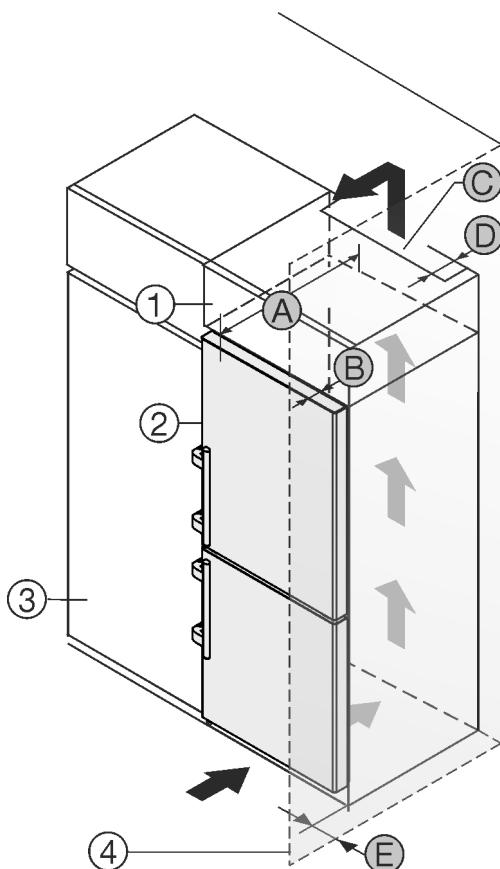

Fig. 2
您可以将冰箱直接放置在餐具柜 Fig. 2 (3) 旁边。*
在附加柜背面必须有一个竖风道，其深度 Fig. 2 (D) 应超过整个附加柜宽度。*
盖板下必须保有通风横截面 Fig. 2 (C)。*
如果将带铰链的冰箱放置在墙壁 Fig. 2 (4) 边，冰箱和墙壁必须至少相距 57 mm。这取决于冰箱门打开时把手与墙壁的距离。
为了能完全打开门，冰箱必须凸出橱柜正面一定门深度 Fig. 2 (B)。根据餐具柜 Fig. 2 (3) 的深度，使用壁距调整垫片可以使冰箱更为凸出。*